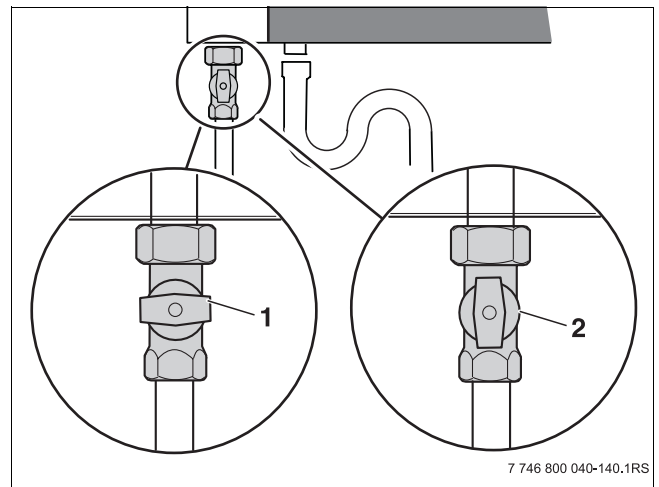

Bild 50 Gashahn
- Gashahn schließen (→ Bild 50, (1), Seite 51).
- Verschluss am Messnippel für Gas-Anschlussfließdruck und Entlüftung um 2 Umdrehungen lösen (1).
- Messschlauch des Druckmessgerätes auf den Messnippel aufstecken (2).
- Gashahn schließen (→Bild 50, (1), Seite 51).
- Verschluss am Messnippel (1) für Gas-Anschlussfließdruck um 2 Umdrehungen lösen.
- Betriebsschalter (1) am Bedienfeld des Basiscontrollers auf „1“ (Ein) stellen.
- Die Taste  (3) so lange gedrückt halten (ca. 2 Sekunden), bis der Dezimalpunkt rechts unten im Display (5) erscheint.
- Die Tasten  (3) und  (4) gleichzeitig gedrückt halten (ca. 5 Sekunden), bis  (z. B. ) im Display angezeigt wird.
- Den Brenner mit der Taste „Reset“ (2) auf unterste Teillast einstellen.